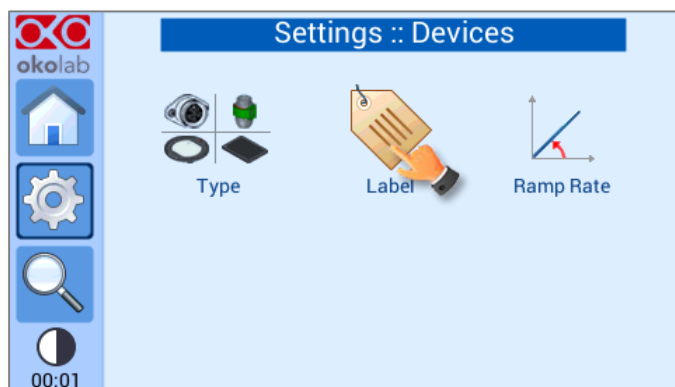

Figura 27. Come attribuire un'etichetta a un dispositivo
- 1 Premere l'icona Etichetta , vedere la Figura 27.